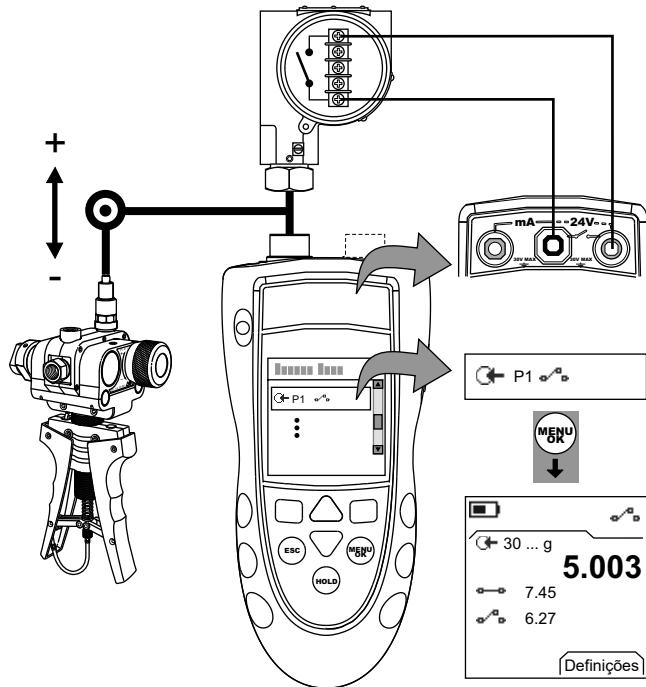

Figura 4: Exemplo de configuração: teste de chave
- Conecte o instrumento (Figura 4) e, se necessário, ajuste a *Configuração* (Tabela 1).